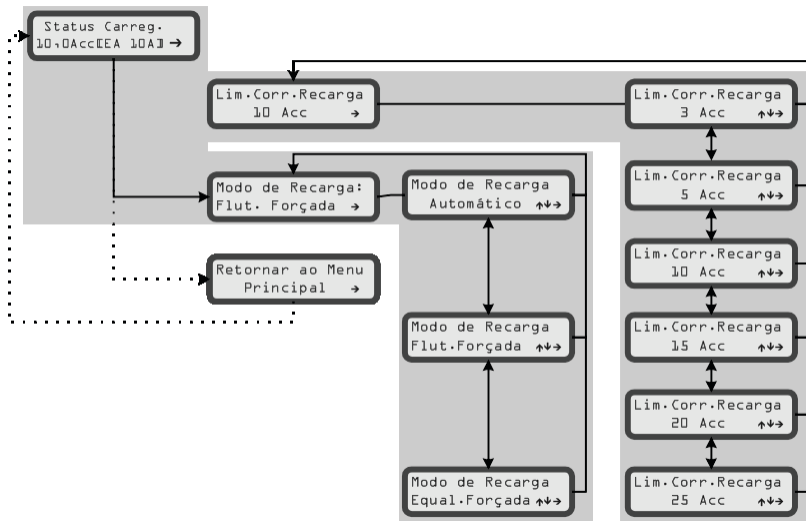

Figura 12 - Configuração do Modo de Recarga de Baterias
- 3 No menu secundário há três opções: "Modo de Recarga" e "Limitação de Corrente de Recarga", ambas informando a configuração gravada no sistema, e "Retorno ao Menu Principal". Caso deseje alterar alguma das configurações, pressione as teclas ϵ e $\hat{\epsilon}$ simultaneamente por três segundos, até a entrada no sub-menu. Selecione a opção desejada e pressione novamente ambas as teclas para finalizar a operação. A figura 12 ilustra o procedimento.